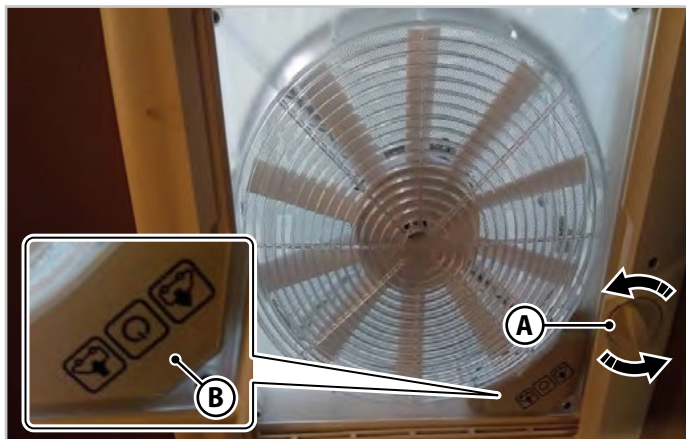

Abb.6.5 - Dachluke mit Drehgriff
Durch Drehen des Drehgriffes zur Öffnung (A - Abb.6.5) in beide Drehrichtungen wird die Dachluke angehoben (zum Öffnen) oder abgesenkt (zum Schließen). Es kann jede Zwischenstellung für die Öffnung der Dachluke eingestellt werden.
Um die Belüftungs- und Saugfunktion zu nutzen, öffnen Sie die Dachluke mit dem Drehgriff **(A)** - Abb.6.5) und wählen Sie über die Tastatur **(B)** - Abb.6.5) die Lüftungsfunktion mit Lufteinlass (IN) oder -absaugung (OUT) aus.